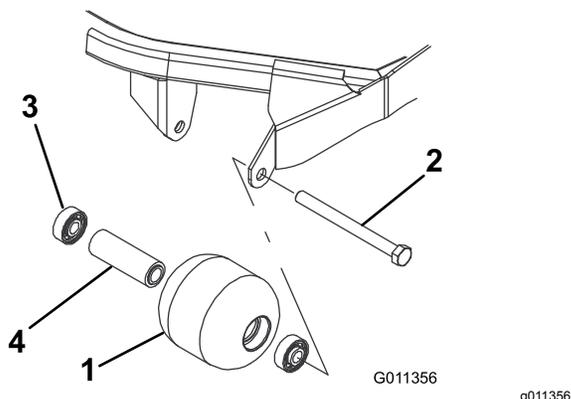

Figura 91
1. Rimuovete il bullone di fissaggio del rullo (Figura 91).
4. Verificate la presenza di eventuali danni sull'alloggiamento, sui cuscinetti e sul distanziale del cuscinetto del rullo (Figura 91). Sostituite i componenti danneggiati e procedete con il montaggio.
1. Montate il primo cuscinetto premendolo nell'alloggiamento all'interno del rullo (Figura 91). Premete soltanto sulla pista esterna o, in misura uguale, sulla pista interna ed esterna.
2. Inserite il distanziale (Figura 91).
3. Spingete il secondo cuscinetto nell'alloggiamento all'interno del rullo (Figura 91) premendo in misura uguale sulla pista interna ed esterna, fino a quando la prima pista non tocca il distanziale.